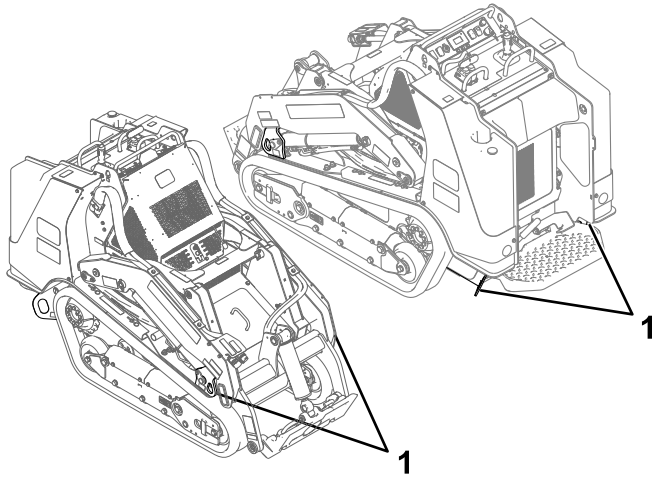

Bild 25
8. Befestigen Sie die Maschine mit den Metallbefestigungsschleifen und Riemen, Ketten, Kabel oder Seilen am Anhänger oder Pritschenwagen (**Bild 25**). Halten Sie die örtlichen Vorschriften für die Vergütung ein.